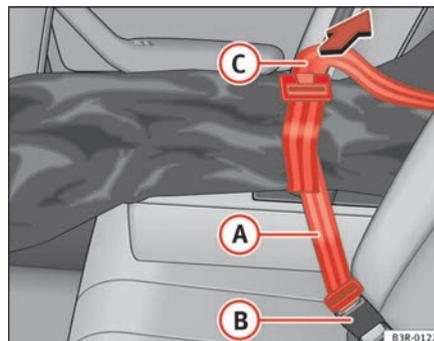

Fig. 129 Manière d'assurer le fourreau avec la sangle à fixation
- Insérez le pêne de la sangle du fourreau  ⇒ page 156, fig. 129 dans le boîtier de verrouillage de la ceinture de sécurité centrale arrière .